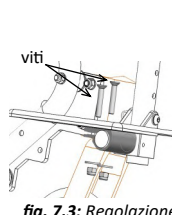

fig. 7.3: Regolazione inclinazione
• Regolazione angolo di inclinazione del poggiapiedi (fig. 7.3):